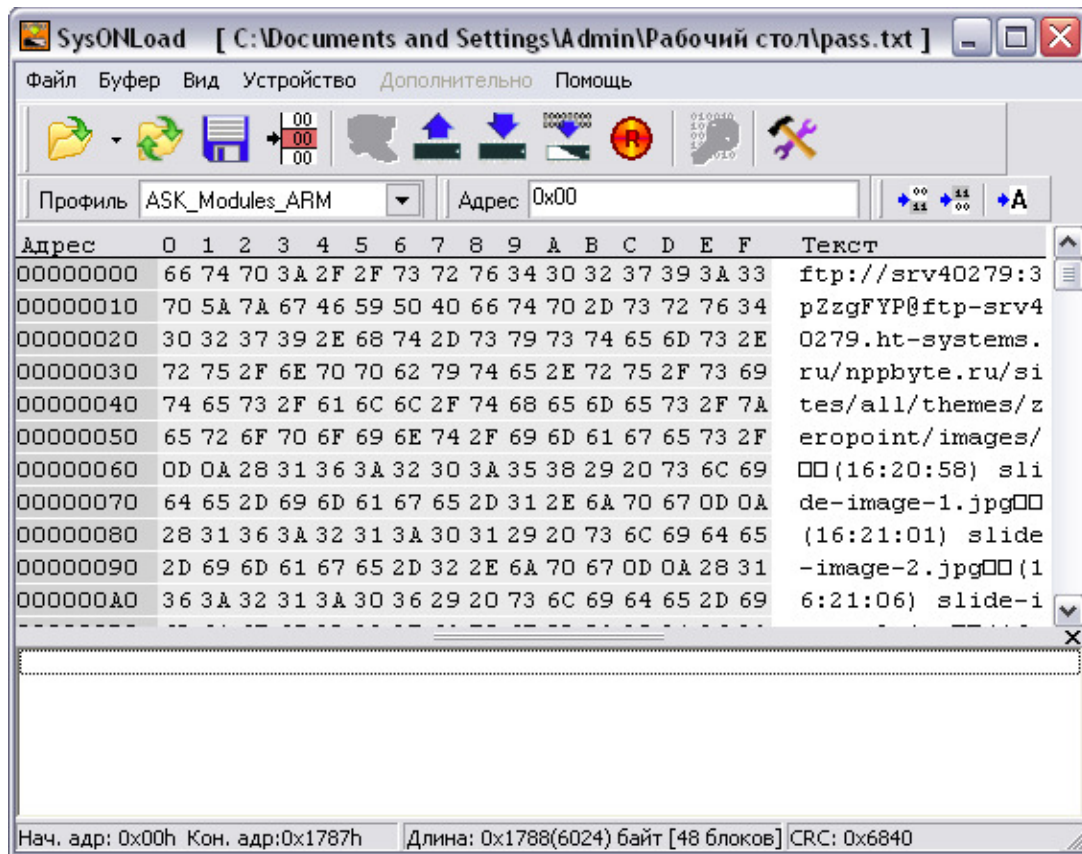

Рисунок 1: рабочее окно программы SOL2
5. В появившемся окне (рисунок 1) нажмите кнопку  (“настройка”).